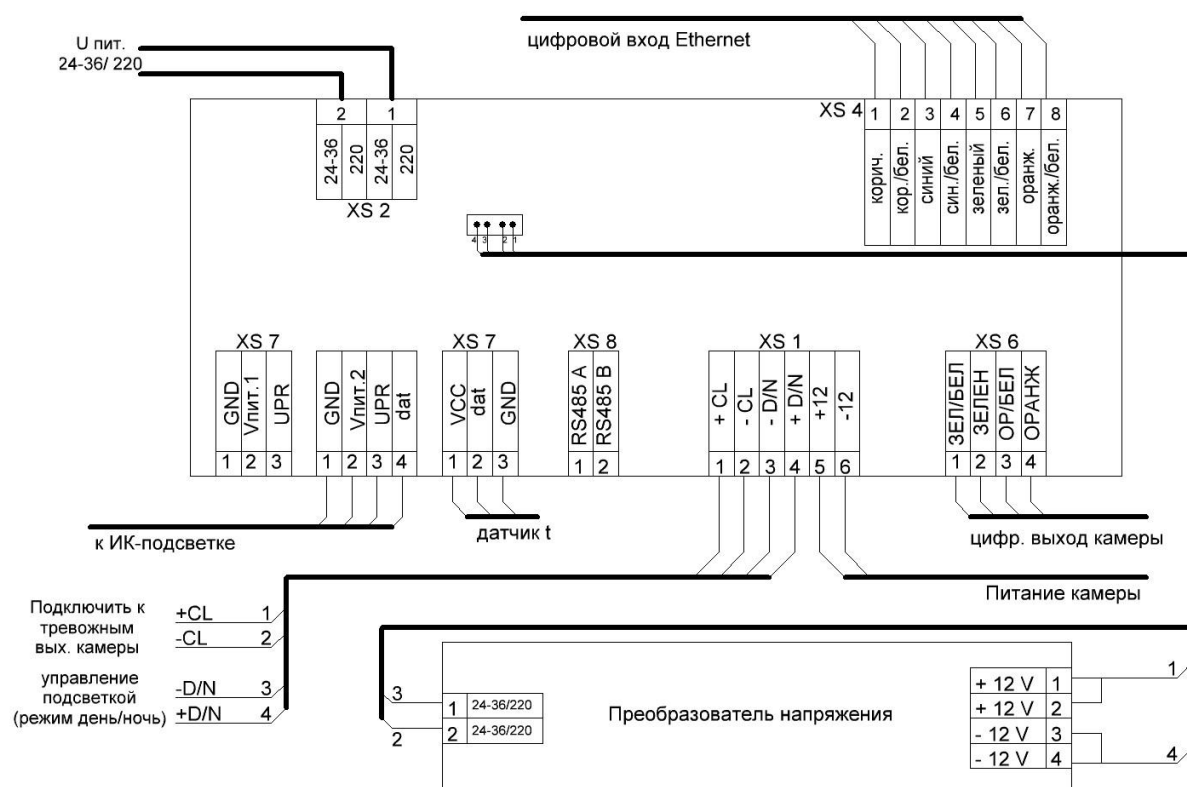
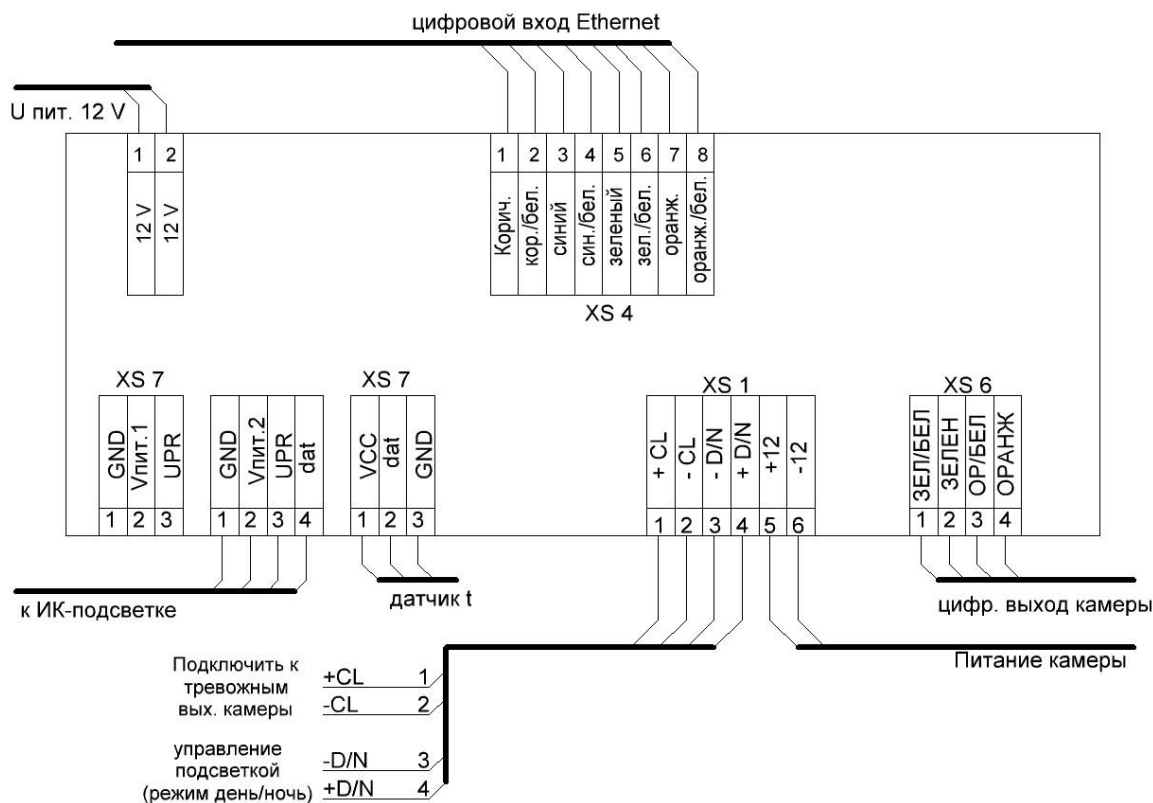
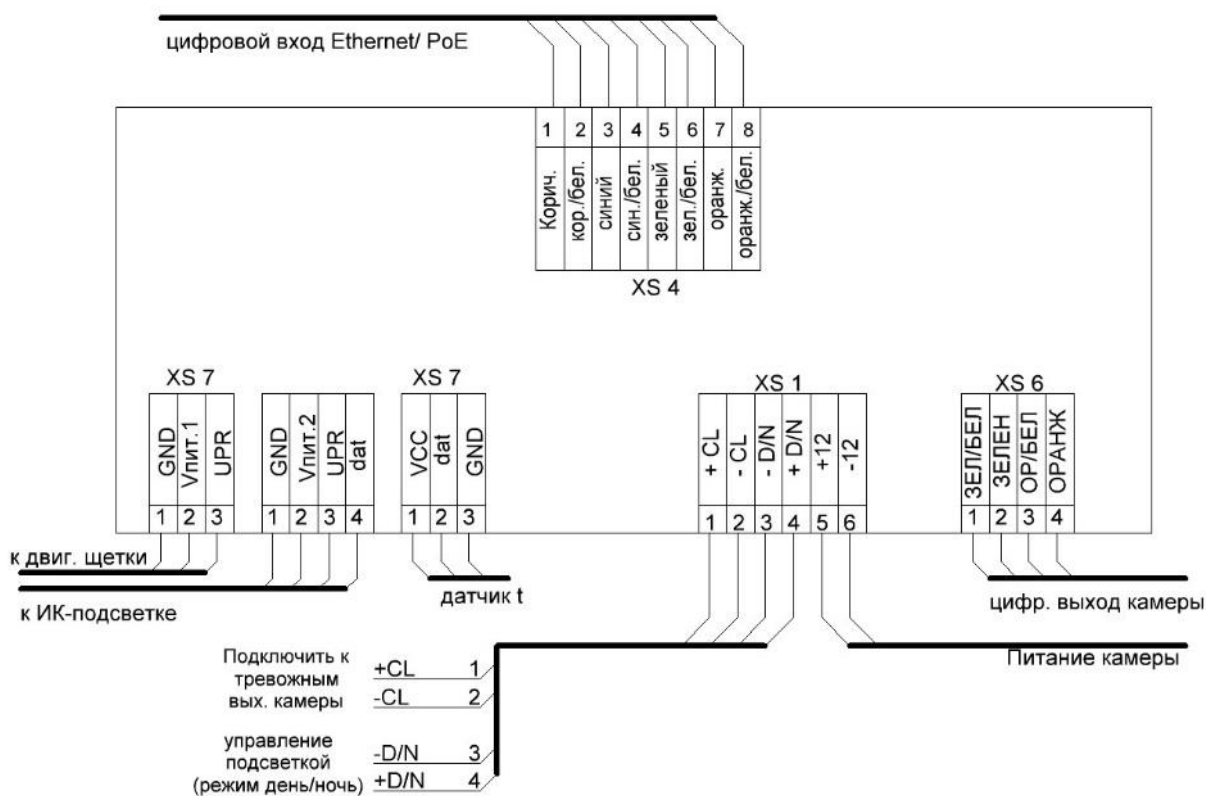

Рисунок 4.6 – Схема подключения термокожуха с напряжением питания 24–36 постоянного/переменного тока или 220 В переменного тока
Рисунок 4.7 – Схема подключения термокожуха с напряжением питания 12 В постоянного тока
Рисунок 4.8 – Схема подключения термокожуха с напряжением питания по PoE
7. Подключите видеокамеру к электронной плате согласно схеме подключения (Рисунок 4.6, Рисунок 4.7, Рисунок 4.8).
8. Через кабельные вводы заведите питающий и сигнальный кабели, подключите к универсальной плате (Рисунок 4.6, Рисунок 4.7, Рисунок 4.8).